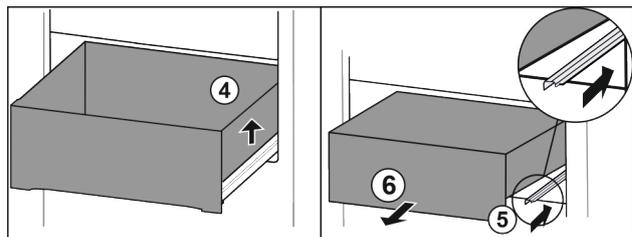

Fig. 63
- ▶ Schubfach rechts anheben. Fig. 63 (4)
- ▶ Rechte Schiene einschieben. Fig. 63 (5)
- ▶ Schubfach nach vorne entnehmen. Fig. 63 (6)